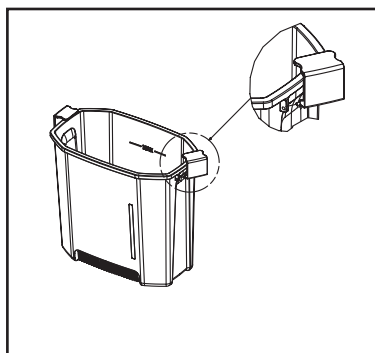

Abbildung 1
1. Die beiden Verschlüsse an den Befestigungslöchern am Wasserbehälter ausrichten und sichern (siehe Abb. 1).